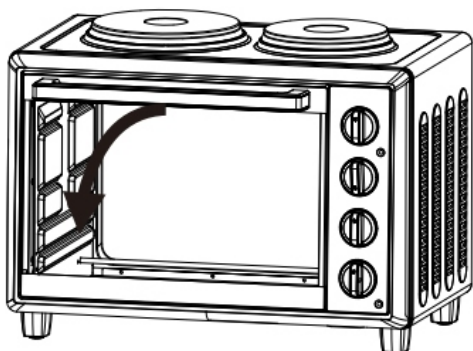
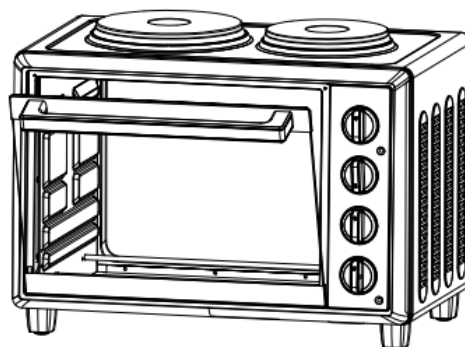

Fig. 9
Fig. 10
- Cum se deschide și se închide ușa – a se vedea Fig. 9 -11
6. Deschideți ușa cuptorului (Fig. 9) și introduceți alimentele în cuptor folosind grătarul și/sau tava de copt (Fig. 10).